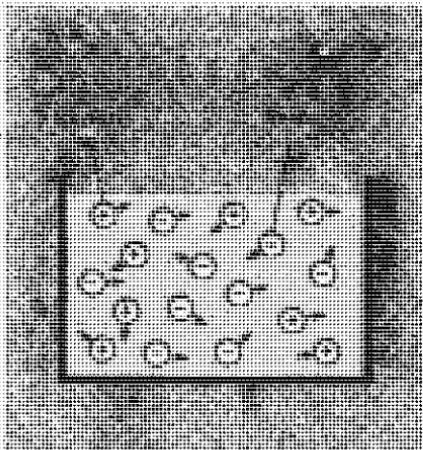
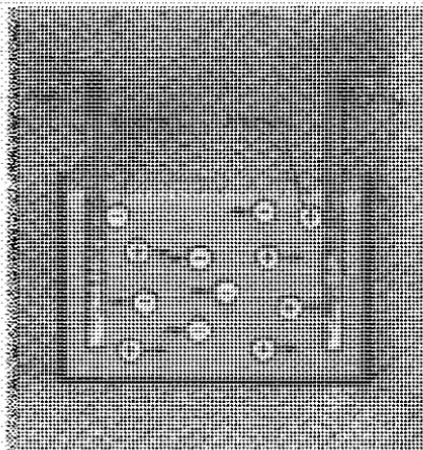

Рис. 85. Хаотическое движение ионов в растворах и расплавах.
Рис. 86. Движение ионов при пропускании постоянного тока через электролит.
3. В растворе и расплаве электролита ионы движутся хаотически (рис. 85). При пропускании постоянного электрического тока через этот раствор или расплав положительно заряженные ионы (катионы) движутся к катоду, а отрицательно заряженные ионы (анионы) — к аноду (рис. 86).